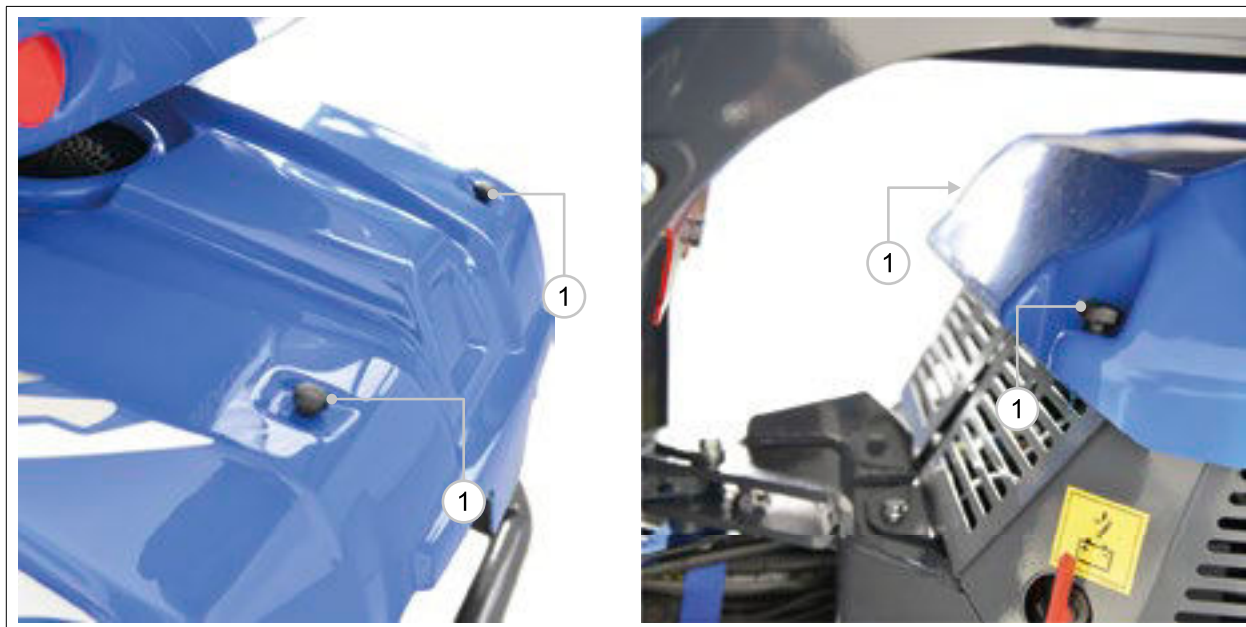

FIG. 30
- 2) Tryk på de to håndtag, som låser motorhjælmen (FIG. 30 - Ref. 1).